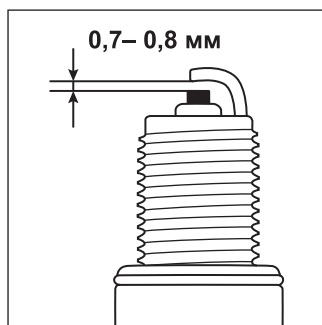

Рис. 19
6. Проверьте величину зазора между заземляющим и центральным электродами, используя специальный шуп. При необходимости установите зазор 0,7–0,8 мм (рис. 19).